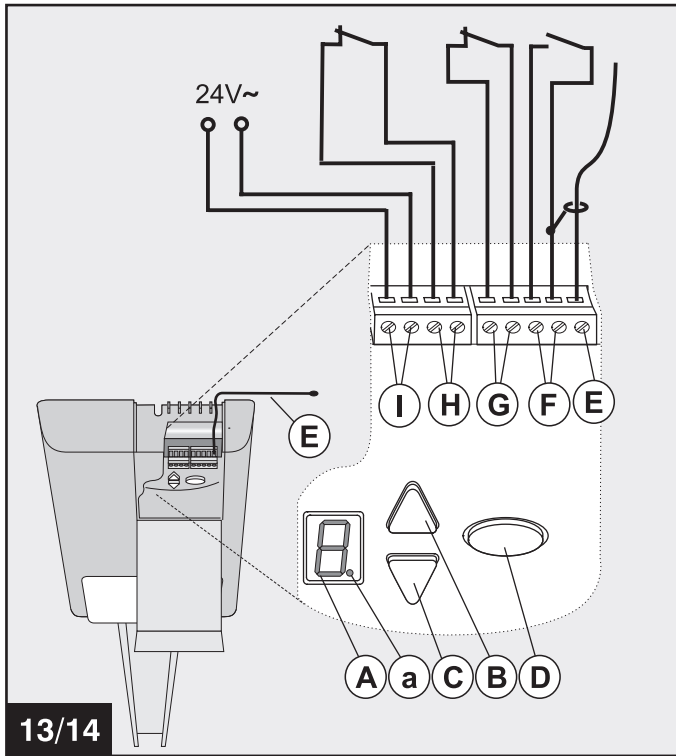

Abb. 13 - Antennenausrichtung / Anschlußplan
Antenne am Gehäuseaustritt nach rechts um ca. 90° abwinkeln (wie im Bild 13/14 dargestellt). Bei Verwendung einer externen Antenne ist die Abschirmung auf die nebenliegende Klemme (F, rechts) zu legen.
Bei erhöhten Anforderungen an den Personenschutz empfehlen wir zusätzlich zur internen Kraftbegrenzung des Antriebes die Installation einer Gegenlichtschranke (siehe Anschlußplan Bild 13 (I) (H)). Weitere Informationen zum Zubehör entnehmen Sie bitte unseren Unterlagen. Fragen Sie Ihren Fachhändler.
- Sicherstellen, daß die Antenne richtig positioniert ist (siehe Bild 13).